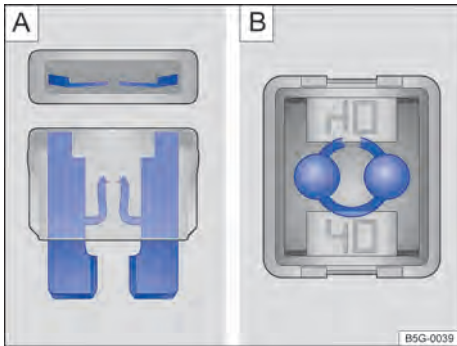

Fig. 194 Fusible quemado: A) fusible plano, B) fusible de bloqueo.
- Un *fusible plano* (ATO®, MINI®) quemado es reconocido desde arriba o desde el costado por la carcasa transparente en las bandas metálicas derretidas → fig. 194 A).
- Un *fusible de bloqueo* (JCASE®) quemado es reconocido por las bandas metálicas derretidas desde arriba de la carcasa transparente → fig. 194 B).